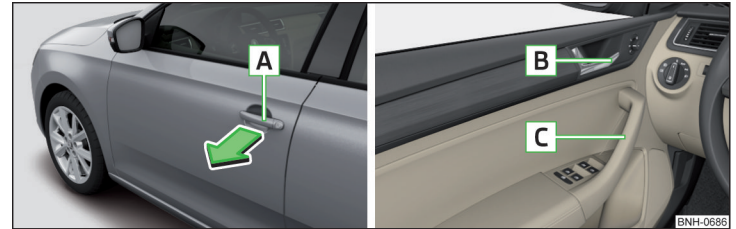

Abb. 47 Türgriff/Türöffnungshebel
- › Zum **Öffnen von außen** das Fahrzeug entriegeln und am Türgriff **A** in Pfeilrichtung ziehen » Abb. 47.